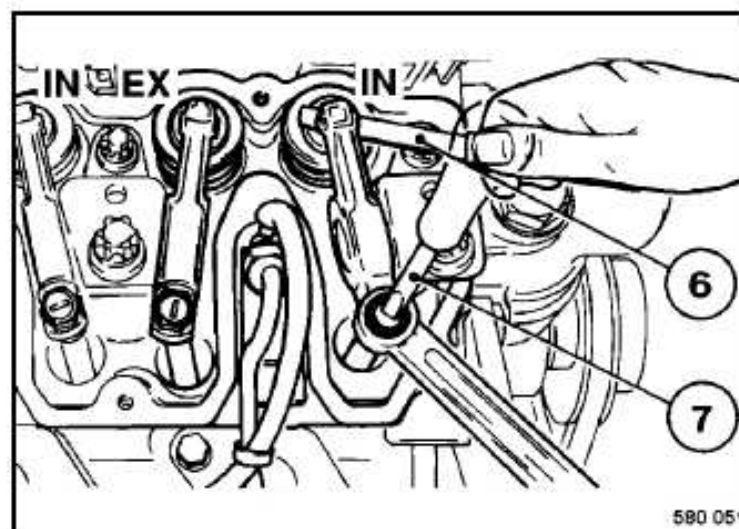

Fig. 127
- Soltar ligeramente la contratuerca. Ajustar el tornillo de regulación (Fig. 127) con un atornillador 7 de forma que la galga de espesores (6) se puede insertar y sacar con poca resistencia con la contratuerca apretada.